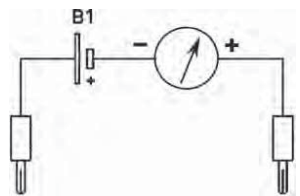

Figure 10. — Représentation schématique d'un ohmmètre.
**2°) Un ohmmètre est composé** essentiellement d'une pile en série avec un galvanomètre (figure 10), dont les pointes de touche ont une polarité. Attention, dans la majorité des cas, Metrix par exemple, la sortie commune est le pôle positif (+).